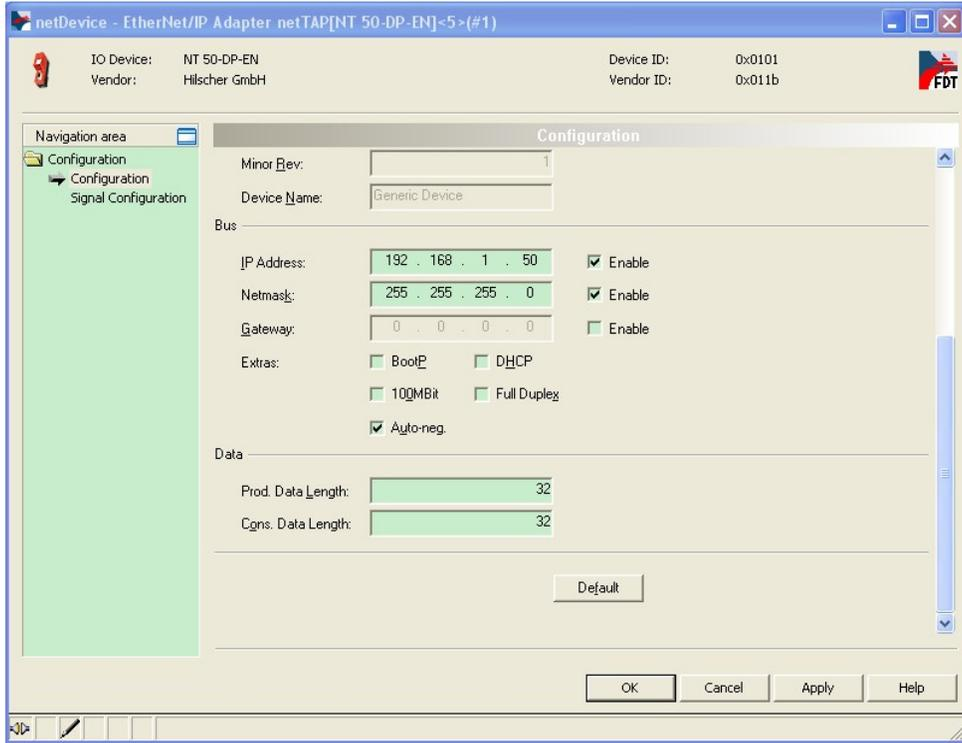

图 24
- 8) 右击网关图标，选择“Configuration”“EtherNet/IP Adapter”，弹出对话框，设置网关作为Ethernet/IP从站的参数，如：IP地址、输入输出字节等，如图24所示。